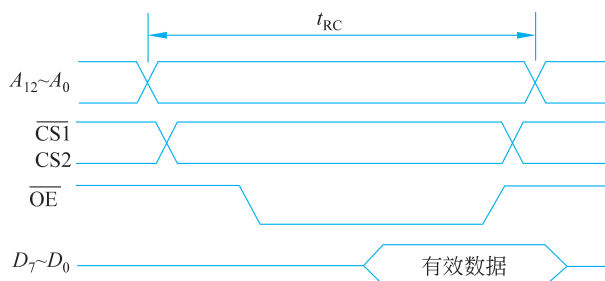

图 5-6 读周期时序图
(2) 读数据过程。CPU 把要读出的存储单元物理地址送到地址线上, 其中 $A_0 \sim A_{12}$ 送到芯片的地址线 $A_0 \sim A_{12}$ 上, 选定某个单元; $A_{13} \sim A_{19}$ 经过地址译码电路生成片选信号使 $\overline{\text{CS1}}=0$ 、 $\overline{\text{CS2}}=1$; 接着 CPU 送出 $\overline{\text{RD}}$ 信号, 它使芯片的输出允许信号 $\overline{\text{OE}}=0$, 指定单元的存储内容就出现在数据线 $D_0 \sim D_7$ 上, CPU 就从数据线捕获数据, 如图 5-6 所示。